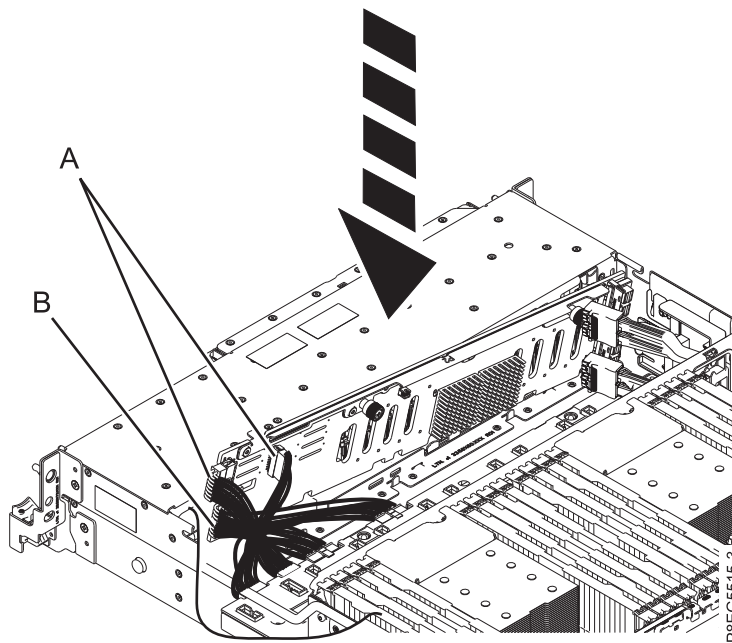

図 18. 電源ケーブル、信号ケーブル、およびコントロール・パネル・ケーブルの再接続
3. 図 18 に示すように、電源 Y ケーブル (B)、および信号ケーブルとコントロール・パネル・ケーブル (A) をディスク・ドライブ・バックプレーンに再接続します。